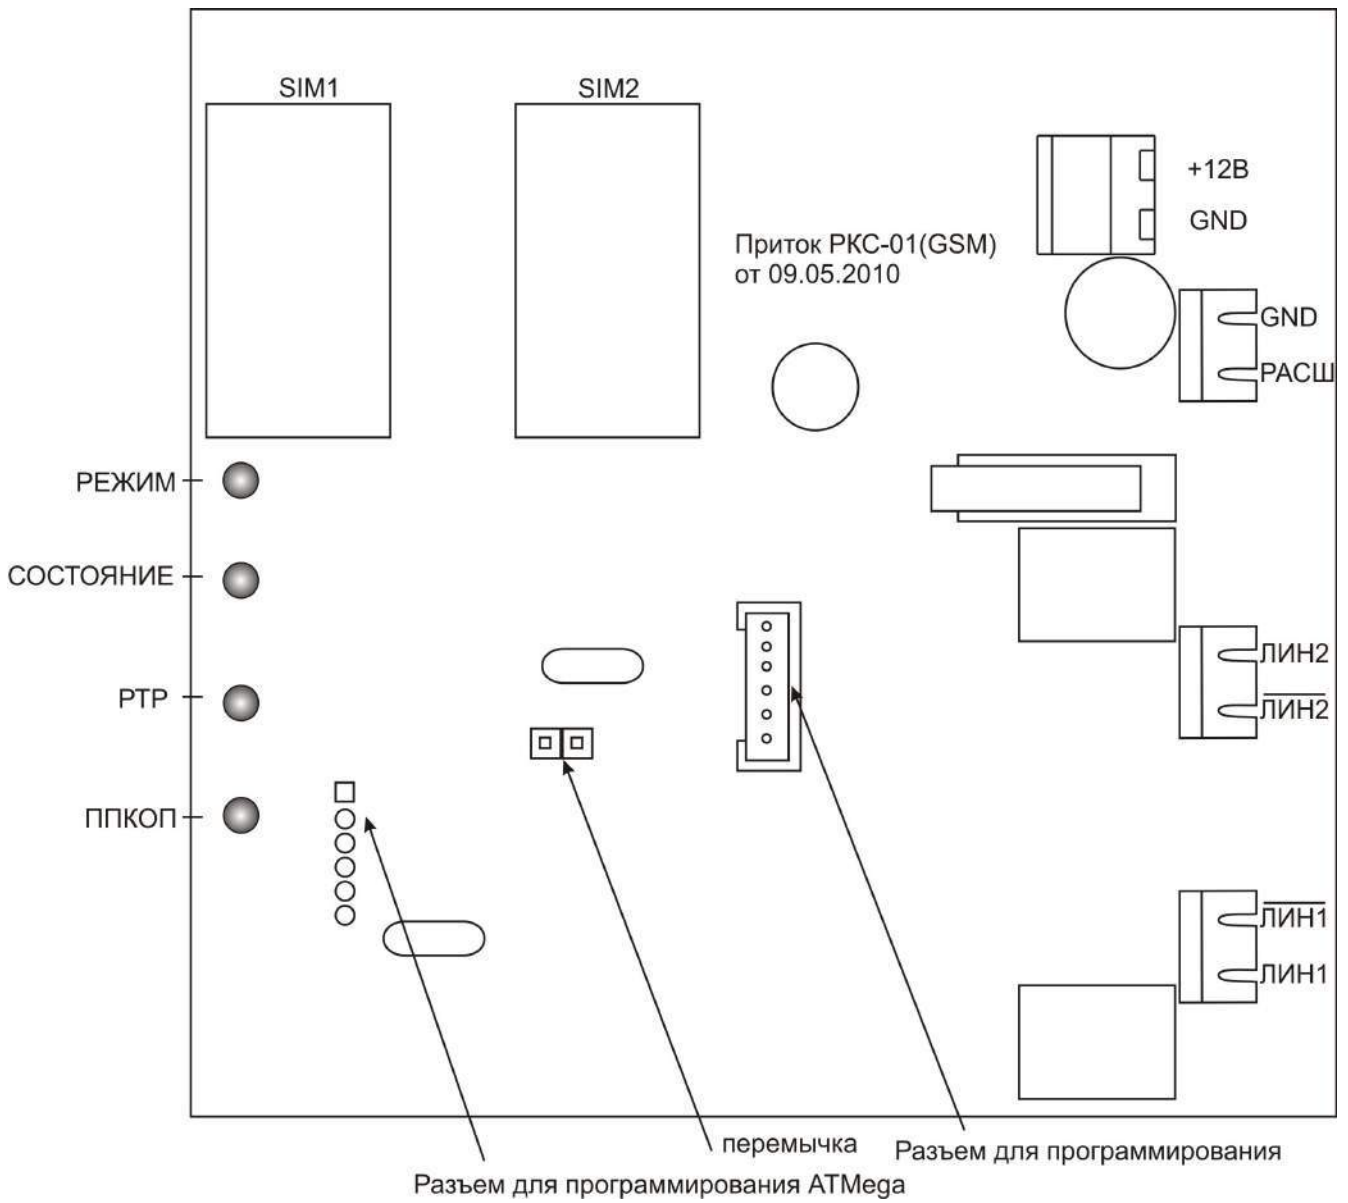

Рисунок 4: Плата коммуникатора РКС.
**z** Сброс устройства. Используется для перевода устройства в режим загрузчика при вставленной перемычке (см. рис. 4).
При этом индикатор «РТР» (рис. 4) показывает направление обмена информацией: горит красным — от прибора к РТР, горит зеленым — от РТР к прибору (см. табл. 2). Индикатор «ППКОП» показывает направление обмена информацией с ППКОП: горит зеленым — прием данных от ППКОП, горит красным — передача данных на ППКОП.